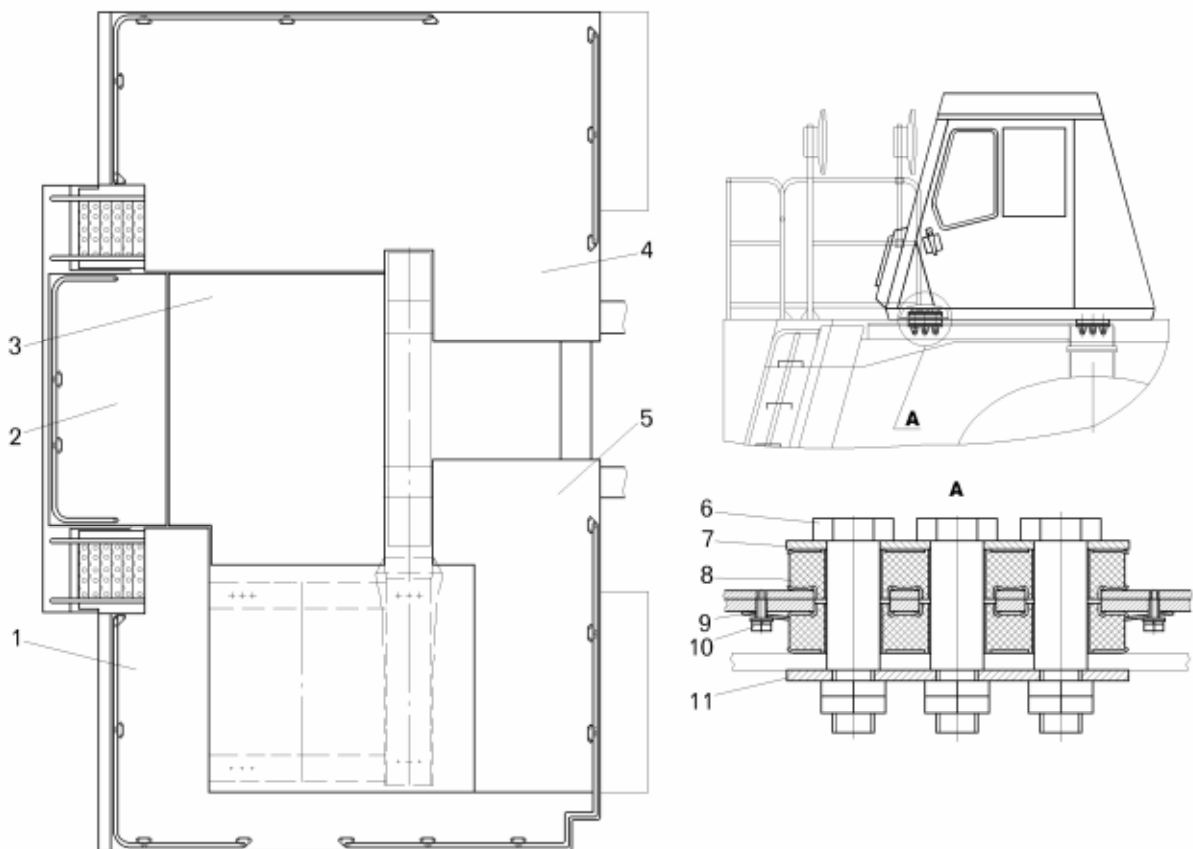

Рисунок 15.1 – Установка кабины и оперения:
Кабина – двухместная, цельнометаллическая, двухдверная, с термшумоизоляцией и мягкой внутренней обивкой, установлена слева на кронштейнах и крепится к ним в четырех точках болтами (рисунок 15.1) через резиновые амортизаторы, гасящие колебания кабины в движении.
- отсоединить болты (смотри рисунок 15.1) с гайками, которыми кабина крепится к балкам опоры;